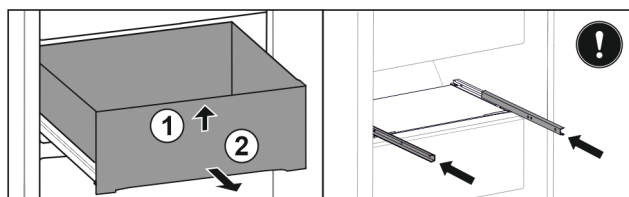

Fig. 42
- Zásuvku nadzvedněte vpředu Fig. 42 (1).
- Odeberte směrem dopředu Fig. 42 (2).